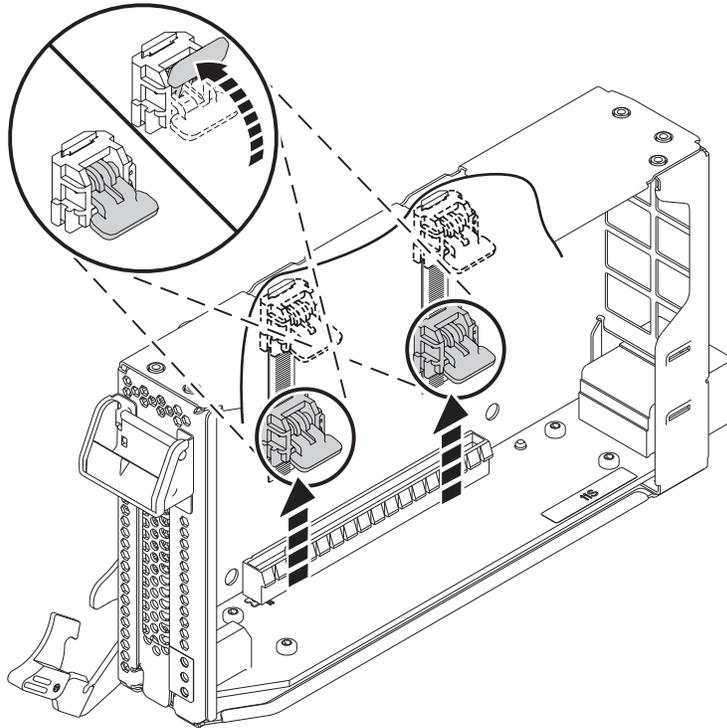

Abbildung 4. Kassettenverriegelungen entriegeln
- a. Entriegeln Sie die Kassettenverriegelungen, indem Sie sie drehen, wie in Abb. 4 auf Seite 6 dargestellt.
- b. Drücken Sie die Kassettenverriegelungen nach oben zur Oberkante der Kassette, wie in Abb. 4 auf Seite 6 dargestellt.